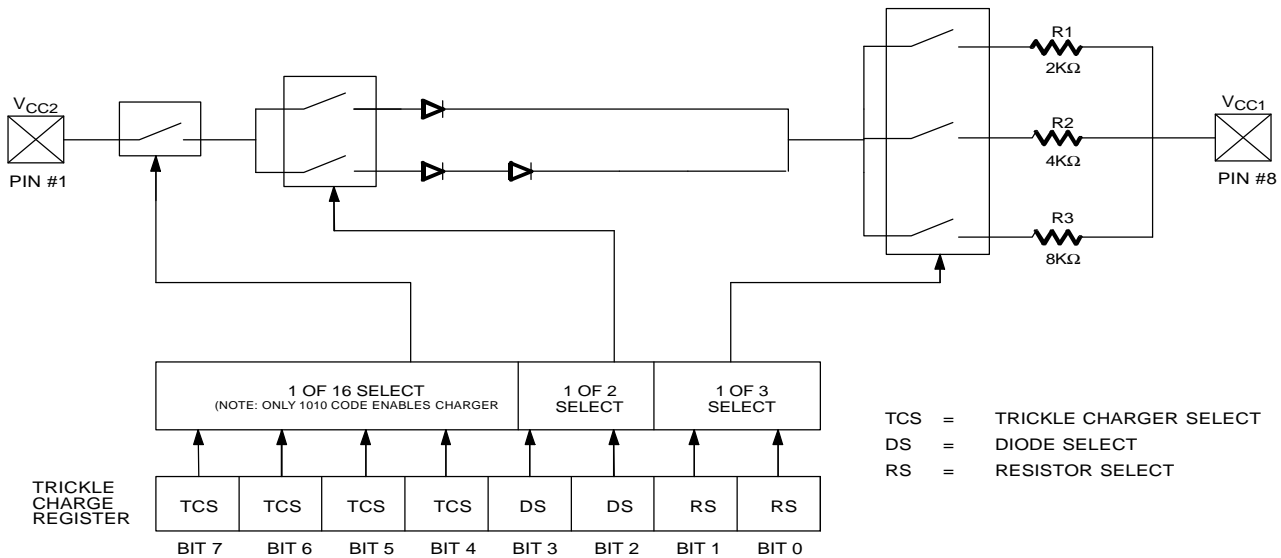

图5 DS1302可编程慢速充电器
这个寄存器控制DS1302的慢速充电特性。图5的简化电路表示慢速充电器的基本组成。慢速充电选择 (TCS) 位 (位4-7) 控制慢速充电器的选择。为了防止偶然的因素使之工作, 只有1010模式才能使慢速充电器工作, 所有其它的模式将禁止慢速充电器。DS1302上电时, 慢速充电器被禁止。二极管选择 (DS) 位 (位2-3) 选择是一个二极管还是两个二极管连接在VCC2与VCC1之间。如果DS为01, 那么选择一个二极